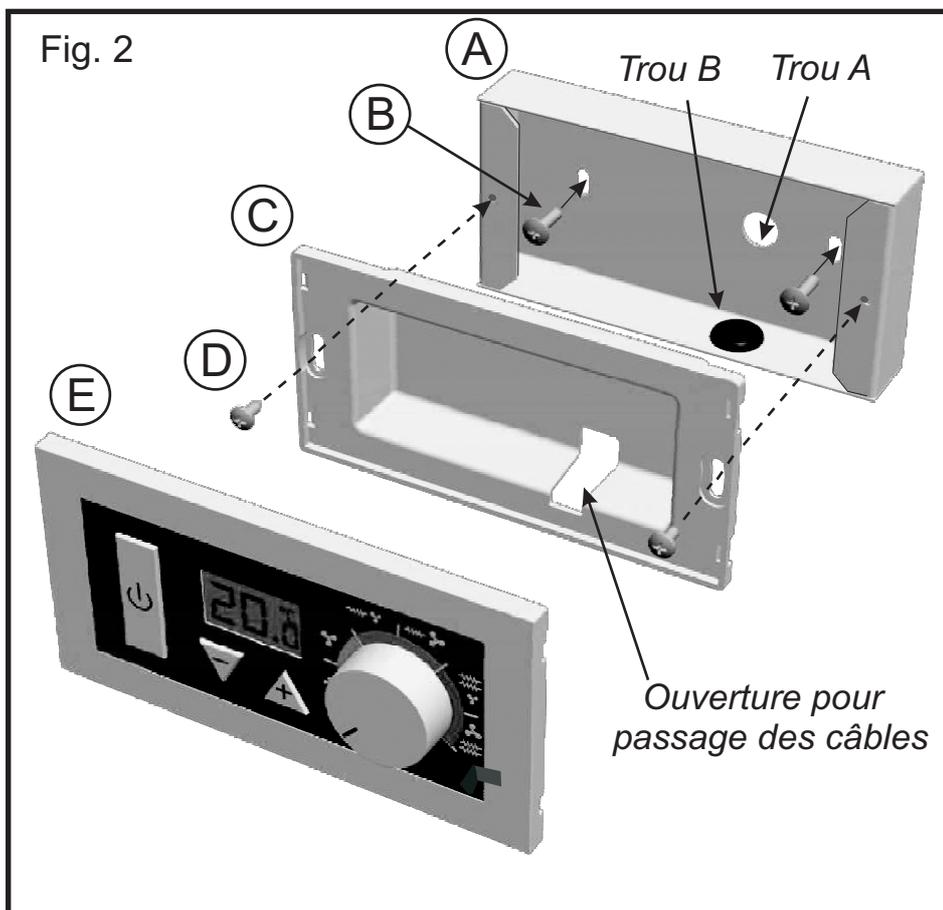

Fig. 2
Faire passer les fils d'alimentation par l'ouverture prévue à cet effet sur le fond du boîtier (fig.2), Puis visser le fond avec 2 vis appropriées (D) sur le boîtier d'encastrement.
3- Réaliser la connexion entre la carte électronique de l'appareil et la carte électronique du boîtier de commande en faisant passer les fils d'alimentation par l'ouverture prévue à cet effet sur le fond du boîtier - voir Fig.2 - (longueur des fils déployés : 40 cm environ).